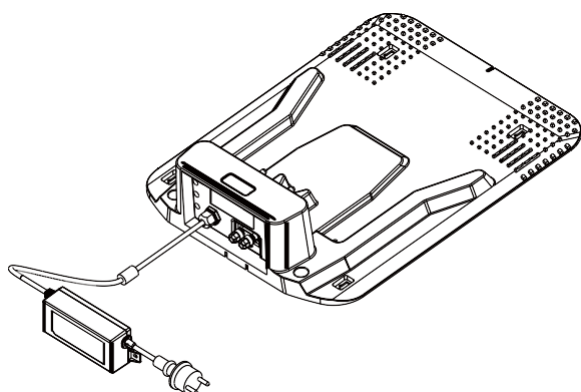

fig. 7 – Adaptorul de încărcare
4. Conectați adaptorul de încărcare la sursa de alimentare (fig.7).